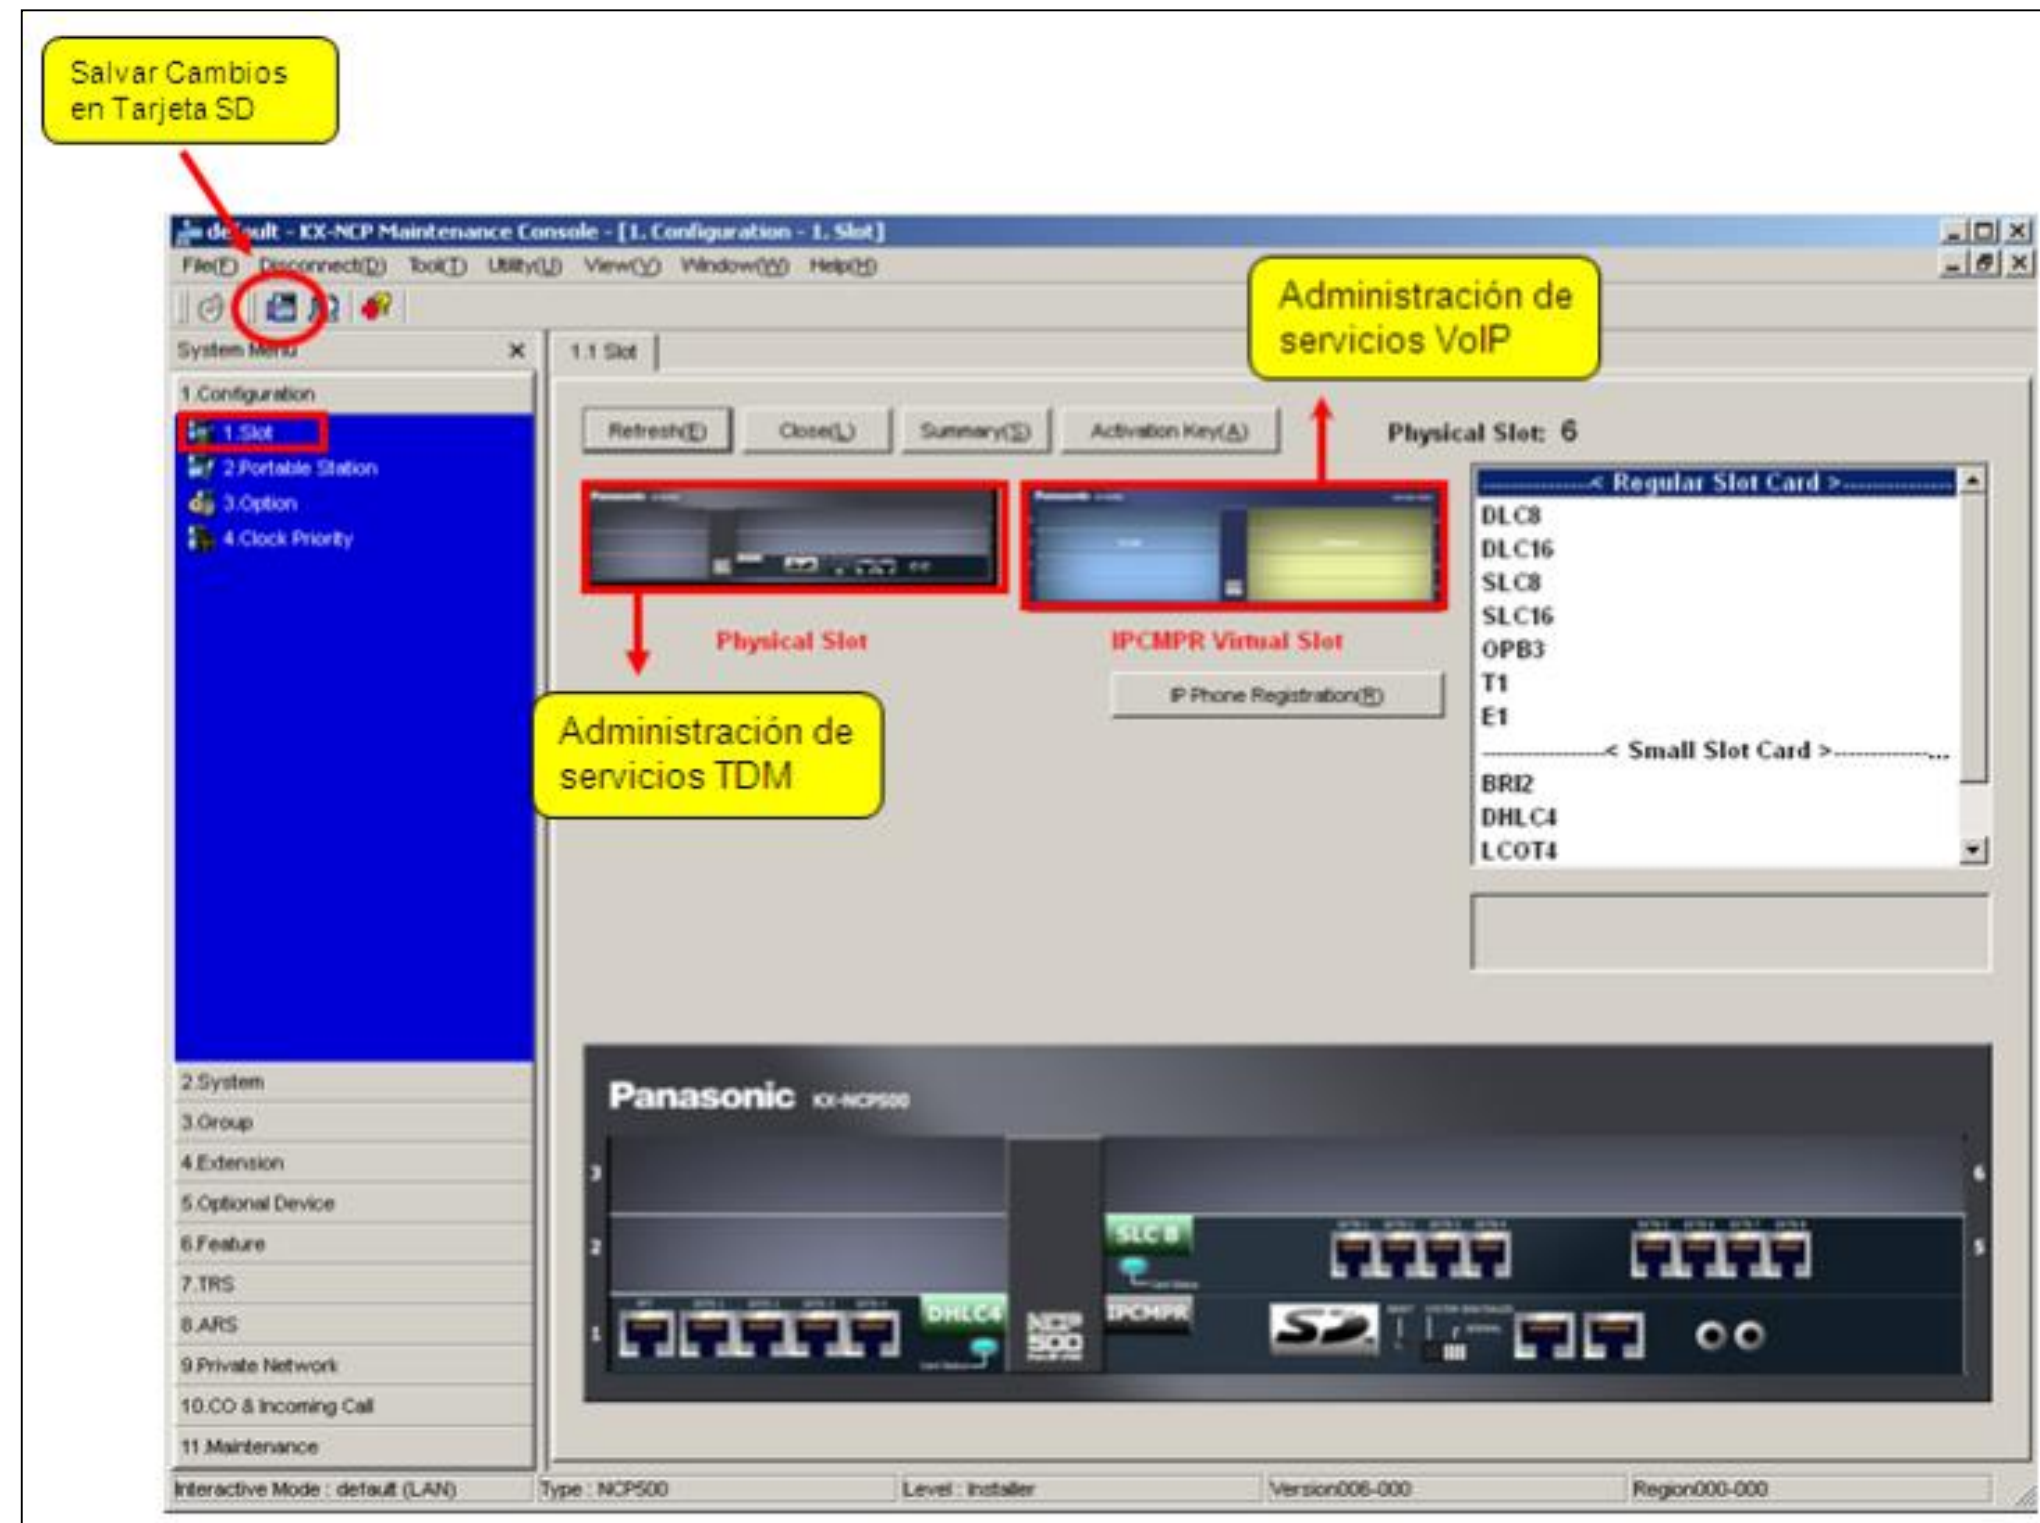

Figura 7. Interfaz gráfica de la consola de mantenimiento
- La ventana del software de la consola de mantenimiento se divide en distintas áreas, como se indica a continuación en la Figura 7.